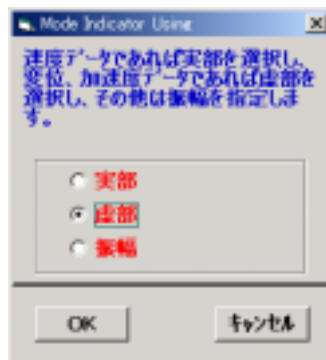

図 14 モードインディケータ
3. インジケータデータブロックが開きますので(図 14)、ここで虚部を選択して **OK** をクリックしてください。